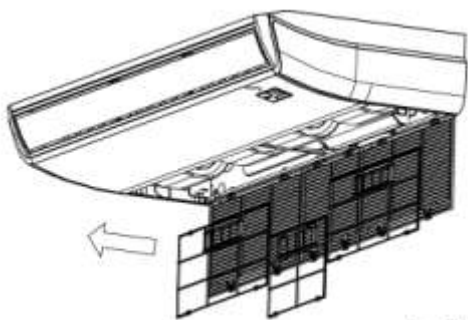

Fig. 6-3
- Puxe diretamente o filtro de ar, conforme indicado na Fig. 6-3
- Reinstale o filtro de ar pela ordem inversa da Fig. 6-3.